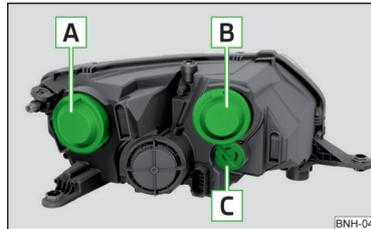

Abb. 190
Glühlampenordnung » Abb. 190
- Die Schutzkappe **A** » Abb. 190 auf Seite 162 abnehmen.
- Die Schutzkappe **A** » Abb. 190 auf Seite 162 einsetzen.
- Die Schutzkappe **B** » Abb. 190 auf Seite 162 abnehmen.
- Die Schutzkappe **B** » Abb. 190 auf Seite 162 einsetzen.